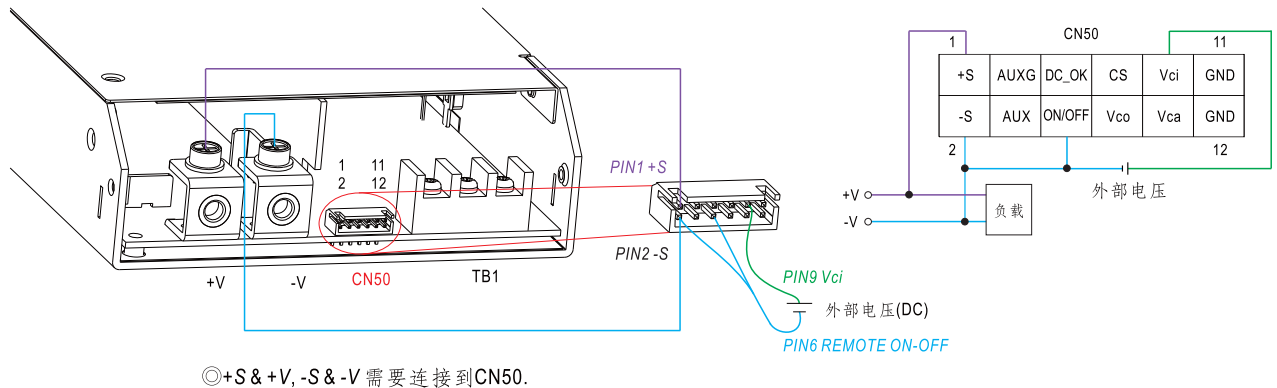

图 4.1
(1)使用连接在"Vci"(pin9)和"-S"(pin2)间的外部电压, 如下图4.1